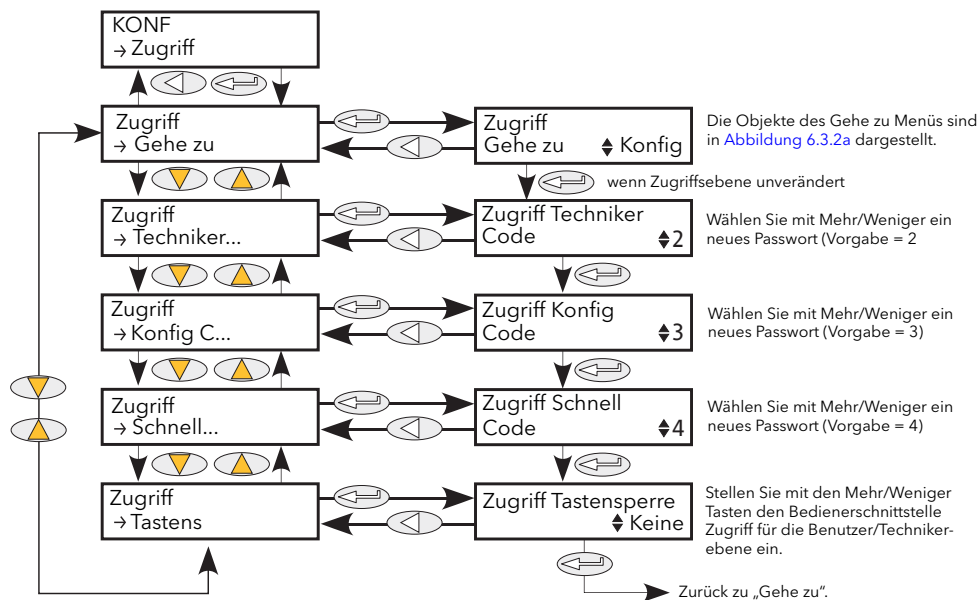

Abbildung 6.3.2b Zugriff Konfiguration
2. Bearbeitung des aktuellen Passwortes für Techniker, Konfiguration und Schnellstart-Menüs (Abbildung 6.3.2b) durch den Benutzer.
3. Einschränkung des Zugriffs auf die Drucktasten der Benutzerschnittstelle in den Bediener- und Technikermenüs (Abbildung 6.3.2b).